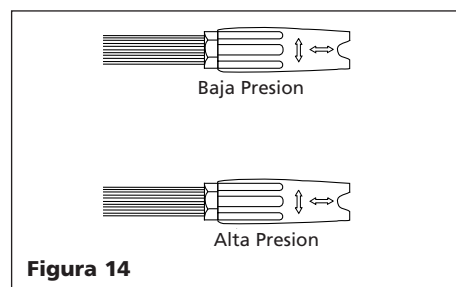

Figura 14
3. Coloque la boquilla en la posición de baja presión tal como se indica en la Figura 14 y aplique el detergente. LA UNIDAD SOLO APLICARA DETERGENTE SI LA BOQUILLA ESTA EN LA POSICION DE BAJA PRESION.